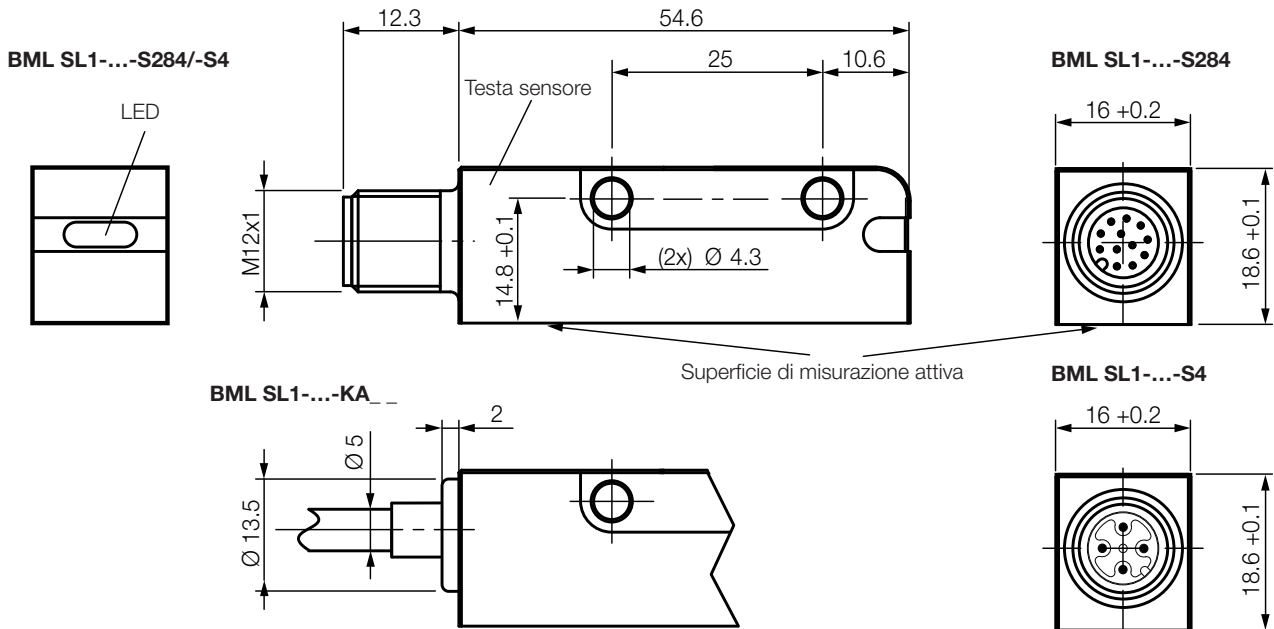
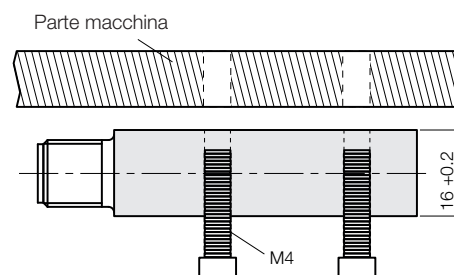
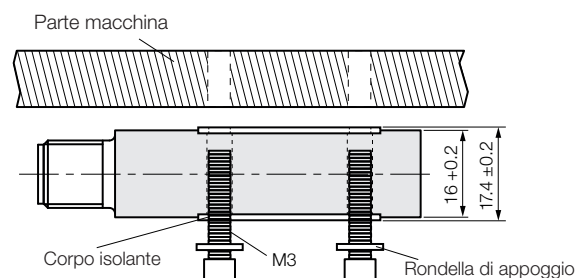

Fig. 3-1: BML SL1-..., struttura
Fig. 4-4: Montaggio della testa sensore (senza corpo isolante)
Fig. 4-5: Montaggio della testa sensore con corpo isolante
3. Tenendo in considerazione le distanze e le tolleranze (vedere capitolo 4.3.3 a pagina 11 e capitolo 4.3.4 a pagina 12) fissare la testa sensore con il lato destro o sinistro sulla parte macchina (vedere Fig. 3-1 a pagina 7 e Fig. 4-4 oppure Fig. 4-5).